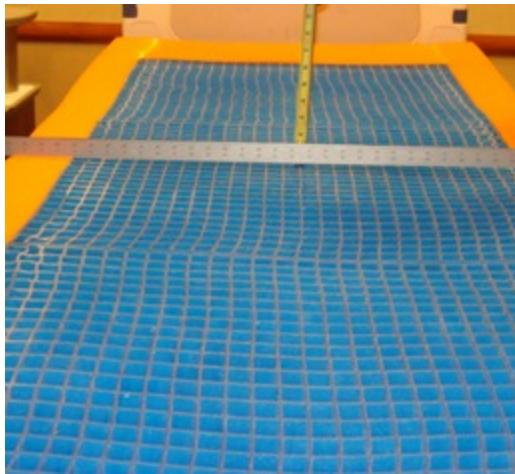

Fig. 8-3: Anbring en retskinne
5. Hold en retskinne (mindst 88,9 cm længde) hen over gelen fra venstre mod højre i sakralregionen (patientens sædesektion) på madrassen (Fig. 8-3 på side 8-17).